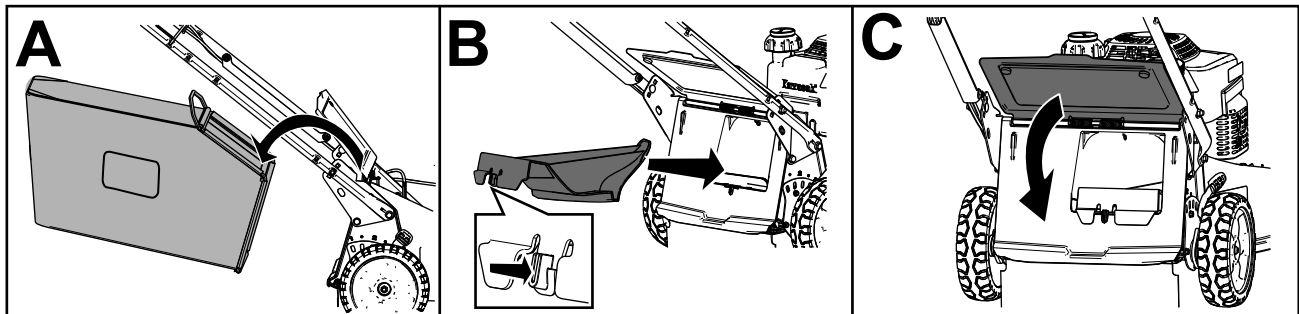

Figura 17
- Si la bolsa de recogida está instalada en la máquina, retírela (Figura 17, A).
- Si el tapón de descarga trasero no está instalado, sujételo por el asa, eleve el deflector trasero e introdúzcalo en el conducto de descarga trasera hasta que el enganche encaje en su sitio (Figura 17, B).
3. Retire la varilla de la bolsa de recogida de las muescas de la base del manillar (Figura 17, A).
4. Instale el tapón de descarga (Figura 17, B).
5. Baje el deflector trasero (Figura 17, C).